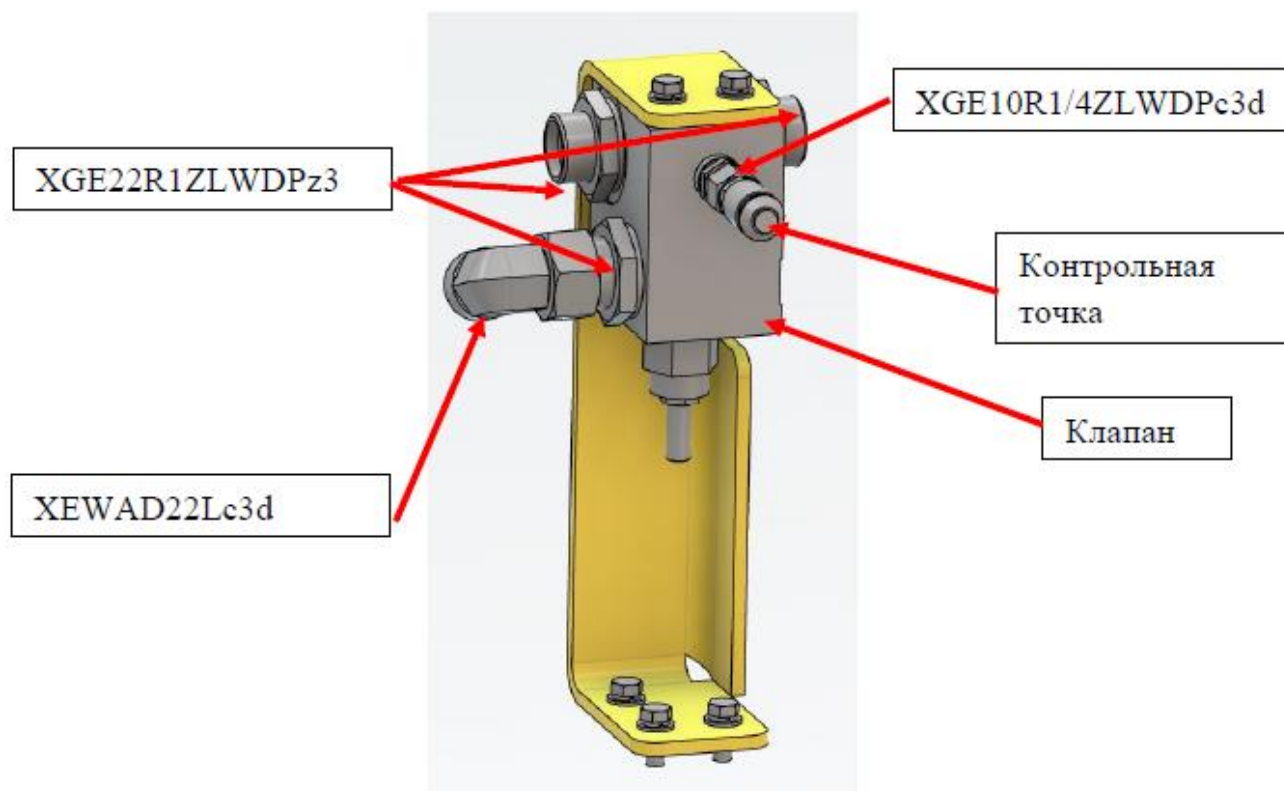

Рисунок 62
1. Подсобрать предохранительный клапан (см. рисунок 62).